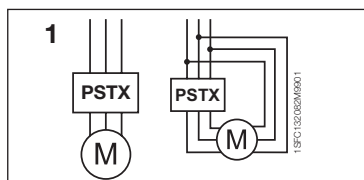

Figura 1: Em linha, Inside Delta
2. Conecte o circuito principal: terminais 1L1 - 3L2 - 5L3 ao lado da linha e os terminais 2T1 - 4T2 - 6T3 ao lado do motor. Use uma conexão com fio para o PSTX30...105, consulte a Figura ❶ no gráfico 7 e a conexão de terminal do PSTX142...1250, consulte a Figura ❷, no gráfico 7. Os softstarters PSTX podem ser conectados “Em linha” e no “Inside Delta”, ver figura 1.